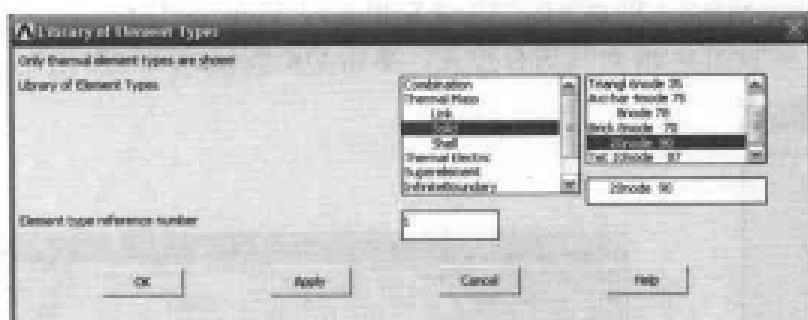

图 9-25 单元类型列表对话框
(1) 选择 Main Menu | Preprocessor | Element Type | Add/Edit/Delete 命令, 出现 Element Type 对话框, 单击 Add 按钮, 出现 Library of Element Types 对话框, 在 Library of Element Types 两个列表框中分别选择 Thermal Solid 和 Brick 20node 90 选项, 在 Element type reference number 文本框中输入 1, 如图 9-25 所示, 单击 OK 按钮, 关闭该对话框。